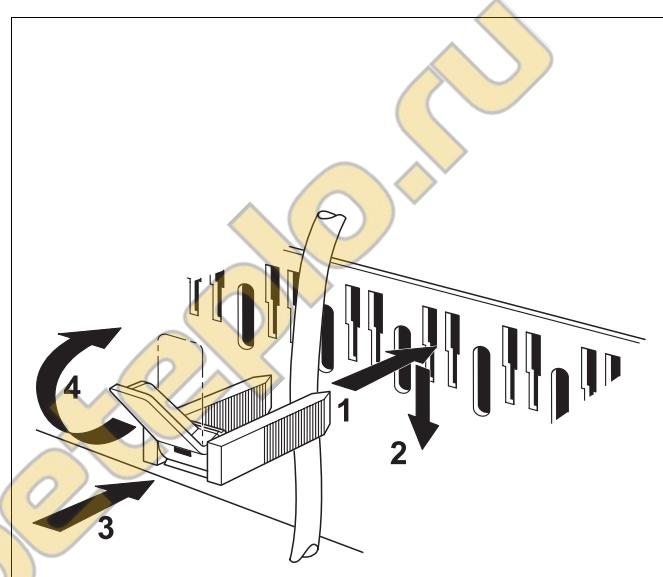

Рис. 66 Крепление провода хомутом
- Все провода закрепить хомутами (рис. 66):
- Вставить хомут с проводом сверху в щели рамки (рис. 66) ; пластиинка рычага должна быть при этом направлена вверх (рис. 66, шаг 1).
- Сдвинуть хомут вниз (рис. 66, шаг 2).
- Нажать на хомут (рис. 66, шаг 3).
- Повернуть рычажок вверх (рис. 66, шаг 4).